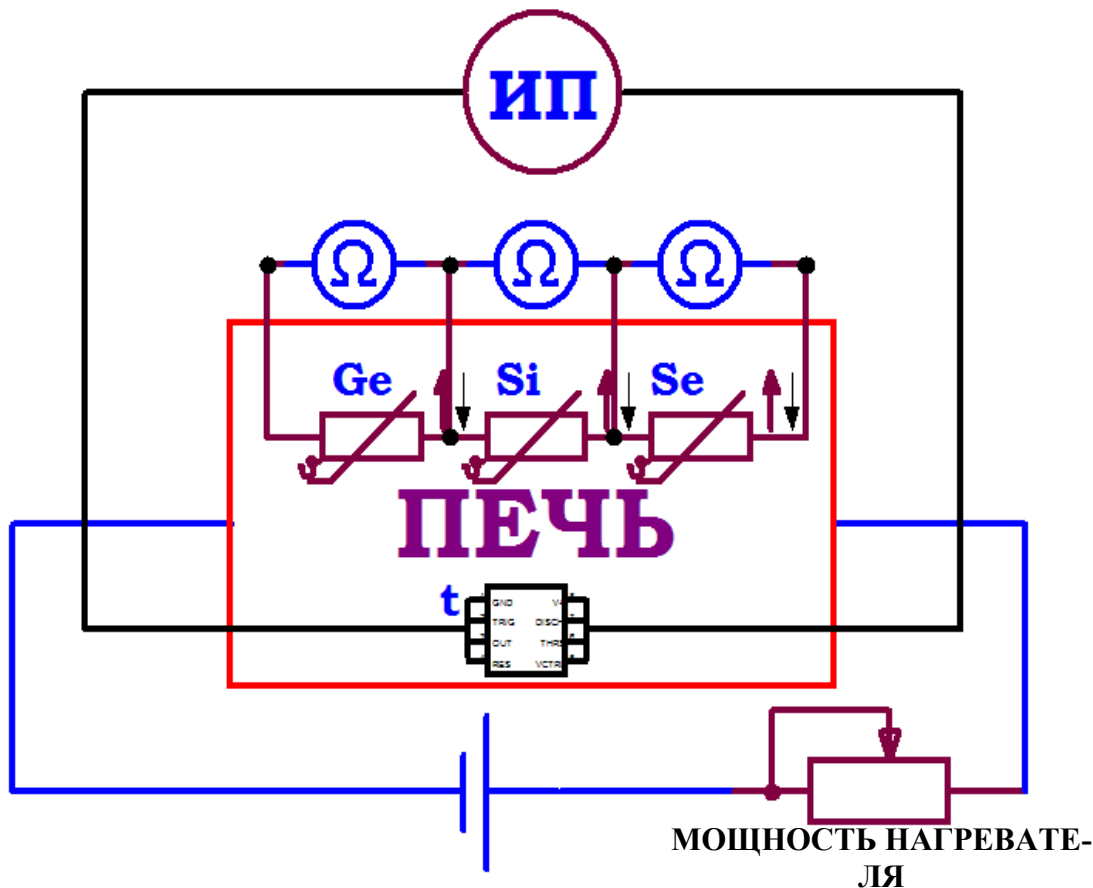

Рис. 1
Работа выполняется на учебной установке ФКЛ-10, принципиальная блок — схема которой приведена на рис. 1.
1. Перед началом работы ознакомится с принципиальной схемой учебной установки рис. 1, разобраться в назначении ручек, кнопок и измерительного прибора. Проверить целостность сетевого провода